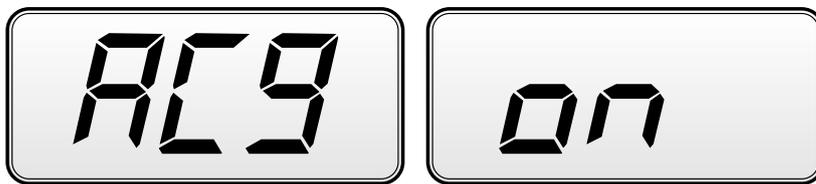

Figura 6.10 Mensagem "Leitura das faces de balanceamento ativada"
2. Selecione o modo de face de balanceamento pressionando **[P2]** até que o texto AC9 seja exibido na tela esquerda, como mostrado na **Figura 6.10**. Quando o equipamento for ligado, o modo de leitura é definido por padrão.